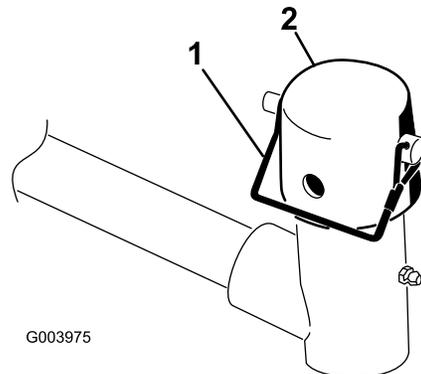

Figura 9
- Retire o pino de encaixe e tampa da forquilha da articulação do braço de elevação (Figura 9).
Nota: Utilize a ranhura se pretender direcionar a unidade de corte ou utilize o orifício se pretender bloquear a unidade de corte na posição (Figura 9).